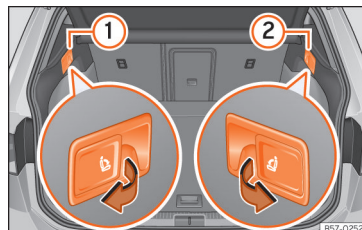

Abb. 162 Im Kofferraum: Entriegelungshebel im Abstand der Teile links (1) und rechts (2) von der Rücksitzlehne.
- Ziehen Sie am Hebel zur Fernentriegelung auf der linken »» Abb. 162 ① oder rechten ② Seite der Rückenlehne in Pfeilrichtung. Der entriegelte Teil der Rücksitzbank klappt nun automatisch nach vorn um.